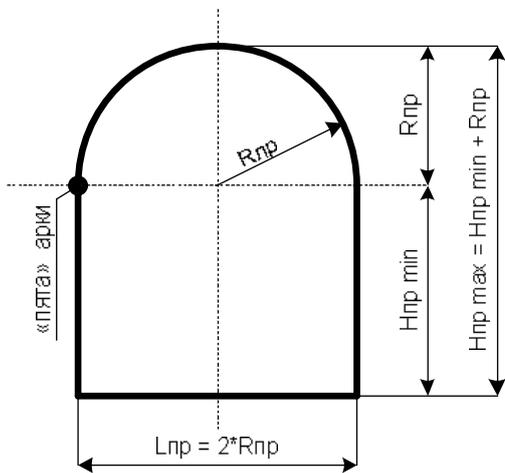

Рис. 16.
2. Арочные проемы (полная арка, рис. 16).